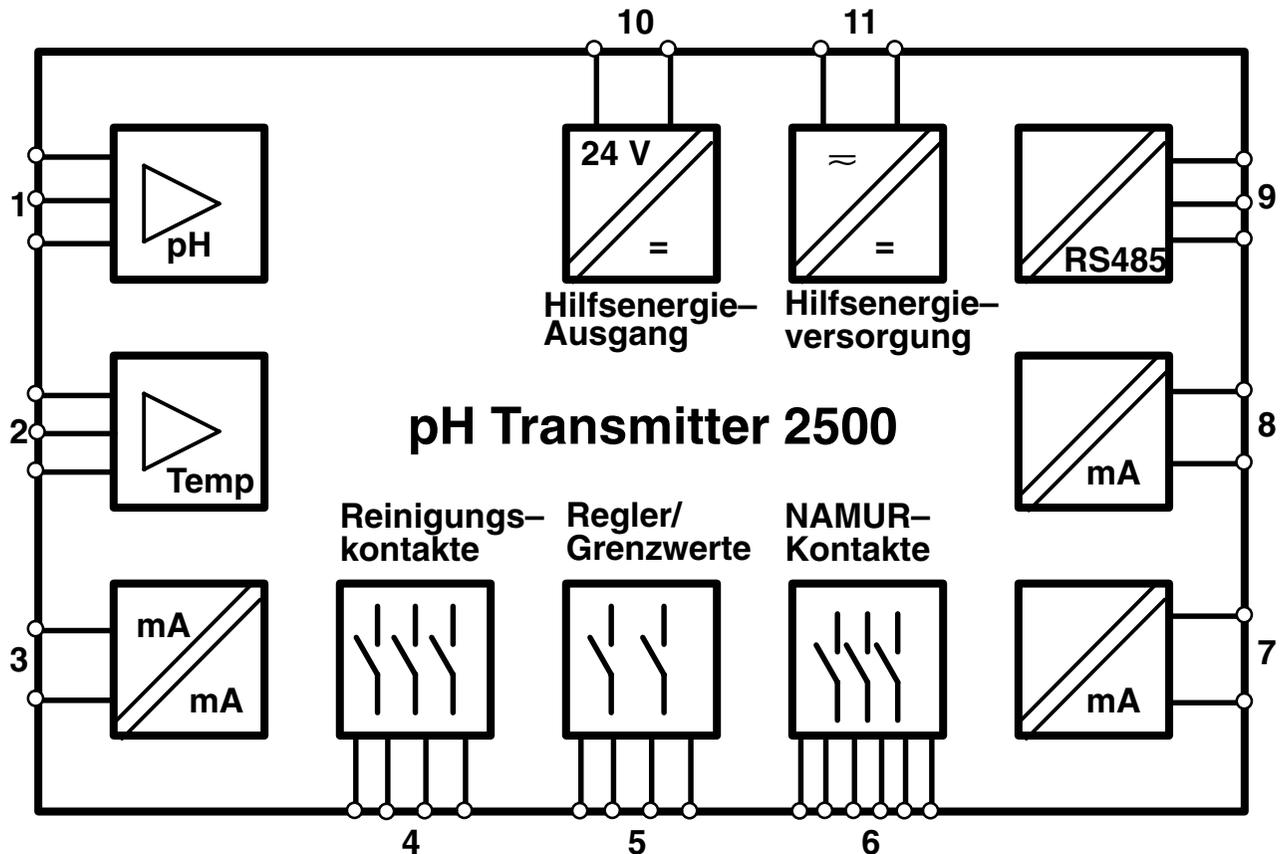

Abb. 1-1 System-Funktionen pH Transmitter 2500
Abb. 1-1 zeigt die Vielfalt der System-Funktionen. Neben den obligatorischen Eingängen für Meß- und Bezugselektrode (1) und Temperaturfühler (2) kann eine **Potentialausgleichselektrode** angeschlossen werden, die gleichzeitig als **Hilfselektrode** zur Elektrodenüberwachung dient. Bei geeigneter Auswahl der Elektrode – z. B. einer Platinelektrode – läßt sich dann simultan die **Redox-Spannung** messen. Daraus ergibt sich die Möglichkeit, neben der Erfassung des pH-Wertes und der Redox-Spannung auch die pH-kompensierte Redox-Spannung, den sogenannten **rH-Wert**, zu berechnen und anzuzeigen.